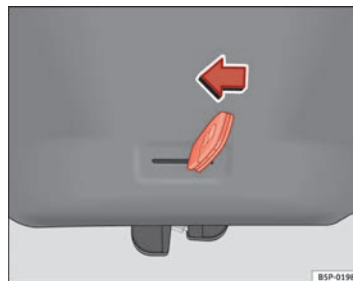
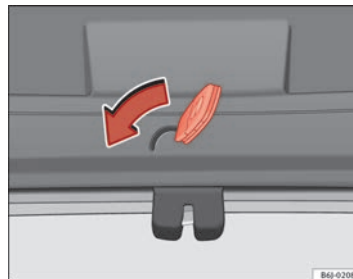

Fig. 50 IBIZA / IBIZA SC: Abertura de emergência da porta do porta-bagagens
Fig. 51 IBIZA ST: Abertura de emergência da porta do porta-bagagens
- Introduza o palhetão da chave na ranhura e destranque o sistema de fecho, rodando a chave da direita para a esquerda, tal como indica a seta ⇒ Fig. 50, ⇒ Fig. 51. ■